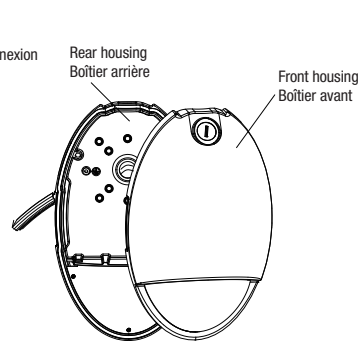

Fig. 1G
9. Connect the quick connector and put in place the front housing on the rear housing using the two guide holes and rods (Fig. 1G).
9. Branchez le connecteur rapide et mettre en place le boîtier avant sur le boîtier arrière en utilisant les deux trous de guidage et tiges (Fig. 1G).